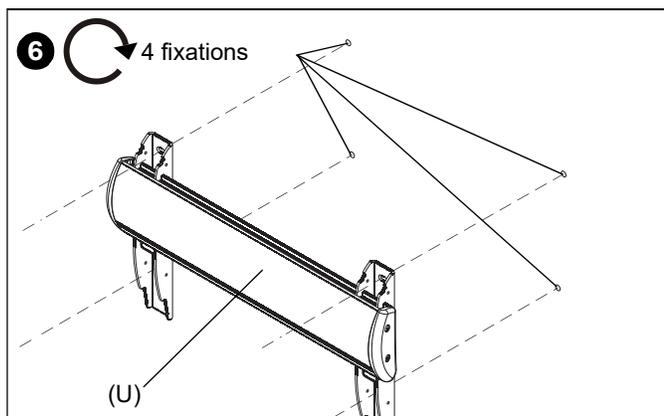

Figure 4
- Installez les quatre fixations appropriées au type de mur (Voir la Table 1) dans les trous en bordure du support mural de projecteur (U), puis dans les avant-trous, puis serrez. (Voir figure 4)